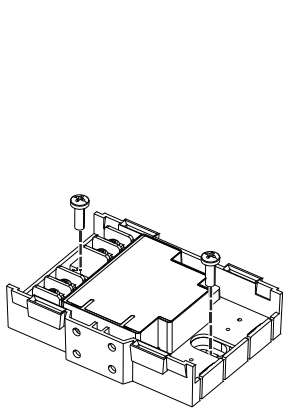

Fig. 2
- Instalação diretamente em um gabinete ou na central: montar o módulo em uma superfície lisa (Fig.2).
1. Posicione o módulo em uma superfície lisa (Fig. 2).